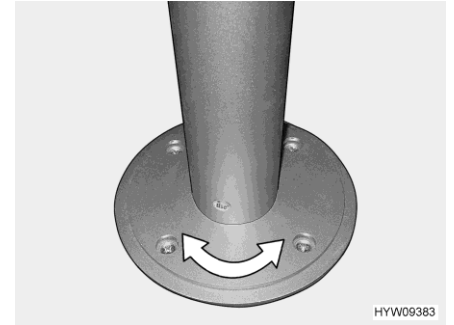

Bild 57 Pelar-bordsben (vridbart)
- Vrid bordsskivan till önskad position. Detta kräver en viss kraftansträngning eftersom bordsskivan vrids mot friktionsmotståndet på pelar-bordsbenet (Bild 57).